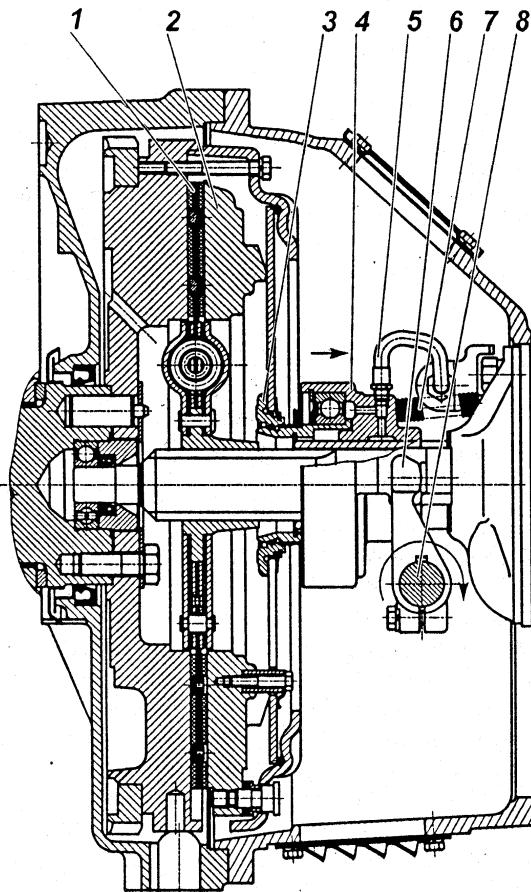
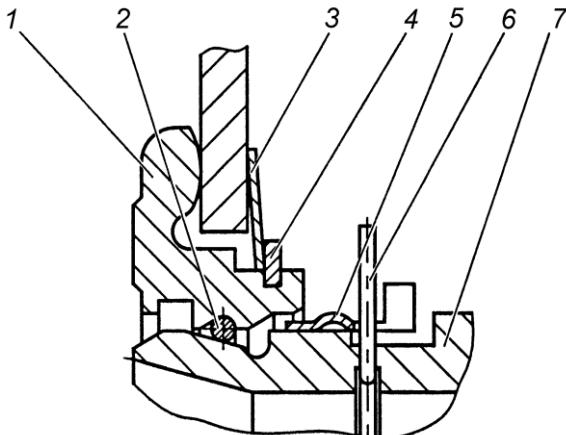

Рис. 91. Сцепление:
Рис. 93. Запорное устройство:
Диафрагменное сцепление (рис. 91) состоит из ведущих и ведомых частей, а также деталей механизма выключения сцепления, устанавливаемых в картер сцепления.
Механизм выключения сцепления состоит из муфты 4 (рис. 91) с подшипником, вилки 6 и валика 8. Муфта соединена через упорное кольцо 3 с диафрагменной пружиной с помощью запорного устройства.
Оттяжная пружина 7 (рис. 91) исключает проворот и осевые перемещения втулки 7 (рис. 93) относительно упорного кольца 1 (рис. 93). По мере износа фрикционных накладок муфта выключения сцепления 4 (рис. 91) перемещается вместе с пружиной в сторону маховика, при этом конструкция привода выключения сцепления автомобиля или другого транспортного средства обеспечивает поворот вилки 6 (рис. 91) по часовой стрелке после выбора зазора между лапками вилки и муфтой за счет периодической регулировки привода или постепенный поворот за счет конструкции гидропривода.
Конструкция запорного устройства показана на рис. 93. Она включает в себя упорное кольцо 1, втулку подшипника муфты 7 с фасонной канавкой, пружинное кольцо 2 круглого сечения, а также замковое кольцо 5. Упорное кольцо 1 устанавливается на диафрагменную пружину при сборке нажимного диска с кожухом и удерживается за счет пружинной шайбы 3 и стопорного кольца 4. На рисунке муфта заперта (соединенна) с упорным кольцом. Внутри втулки подшипника муфты 7 установлено предохранительное кольцо 6, имеющее снаружи выступающий ус, препятствующий случайному рассоединению муфты выключения сцепления и упорного кольца 1.
Выключение сцепления обеспечивается поворотом вала по часовой стрелке. Допустимое направление перемещения муфты и поворота вала для выключения сцепления показано на рис. 91 стрелками. Перемещение муфты и поворот вала в обратном направлении не допустимо.
- 5 С помощью специальной оправки сцентрировать кольцо 3 (рис. 91) относительно оси коленчатого вала двигателя.
- 2 Убедиться что муфта выключения сцепления отведена до упора в крышку подшипника первичного вала коробки передач пружиной 7 рис. 91.
- 4 Совместить полукруглый паз на муфте выключения сцепления в передней ее части с выступающим усом предохранительного кольца 6 (рис. 93) и, утопив его каким-либо предметом, удерживать в утопленном положении через центральное отверстие муфты выключения сцепления.